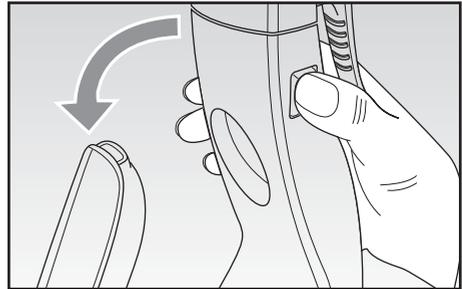

Abb. 7
- Den Griff des Gehäuses (K) festhalten, die Entriegelungstasten (L) drücken und den Handstaubsauger samt Stromkabel abnehmen (Abb. 7).